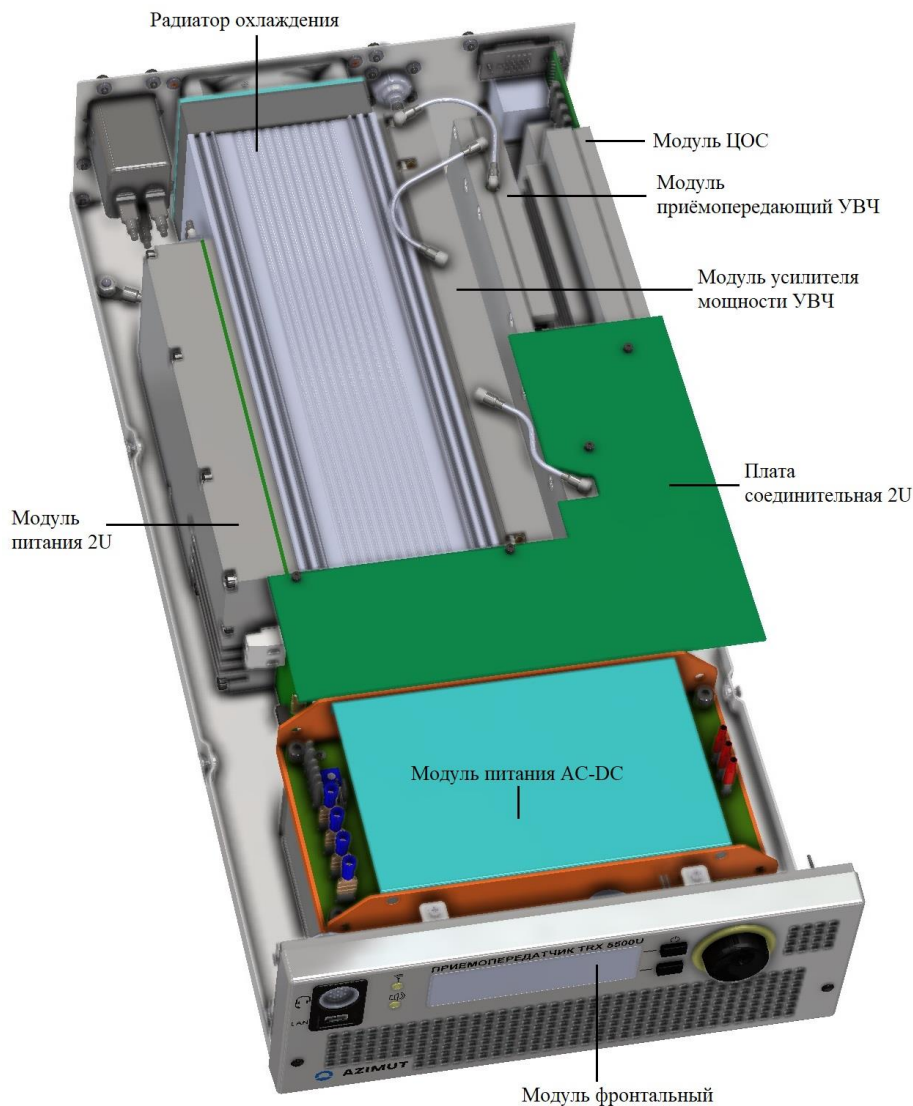

Рисунок 6 – Внутреннее устройство и расположение модулей
1.7.1.1 Внутреннее устройство и расположение составных модулей в корпусе Изделия со снятой крышкой показано ниже (Рисунок 6).